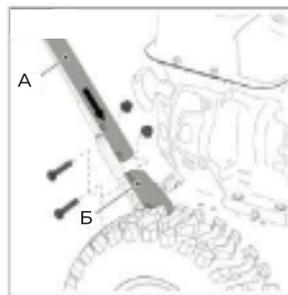

Рис. 4
- Установите рукоятку (рис. 4, поз А) на опору (рис. 4, поз Б).